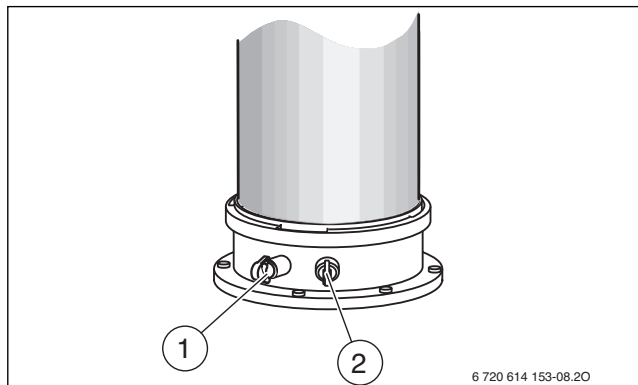

Bild 43 Abgasmessstutzen und Verbrennungsluft-Messstutzen
- Stopfen am Verbrennungsluft-Messstutzen [2] entfernen (→ Bild 43).
- Stopfen am Abgasmessstutzen [1] entfernen (→ Bild 43).